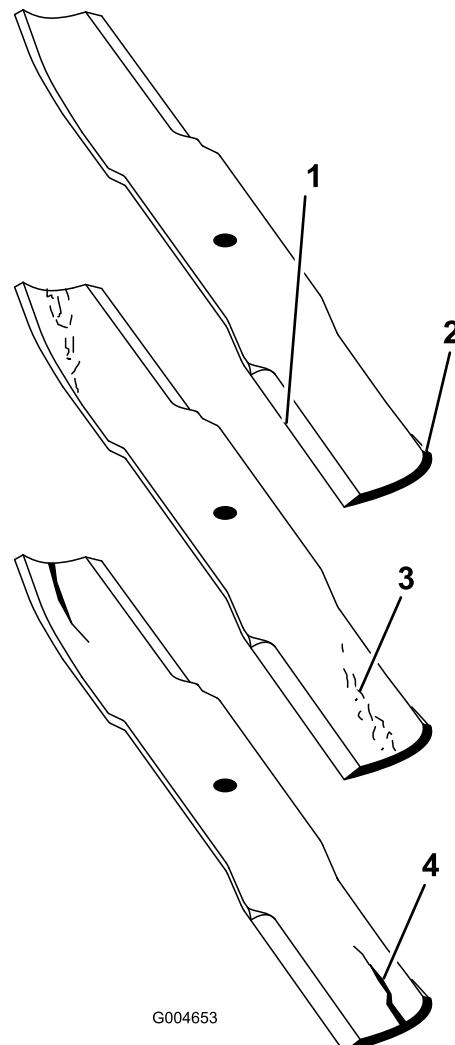

図19
1. 刃先の部分を点検する (図 19)。刃先部分が鋭利でなかったり、打ち傷がある場合に
2. ブレードを点検し、特にセール部をよく観察する(図19)。破損、磨耗、割れの発生などがあれば(図19)、直ちに新しいブレードに交換する。